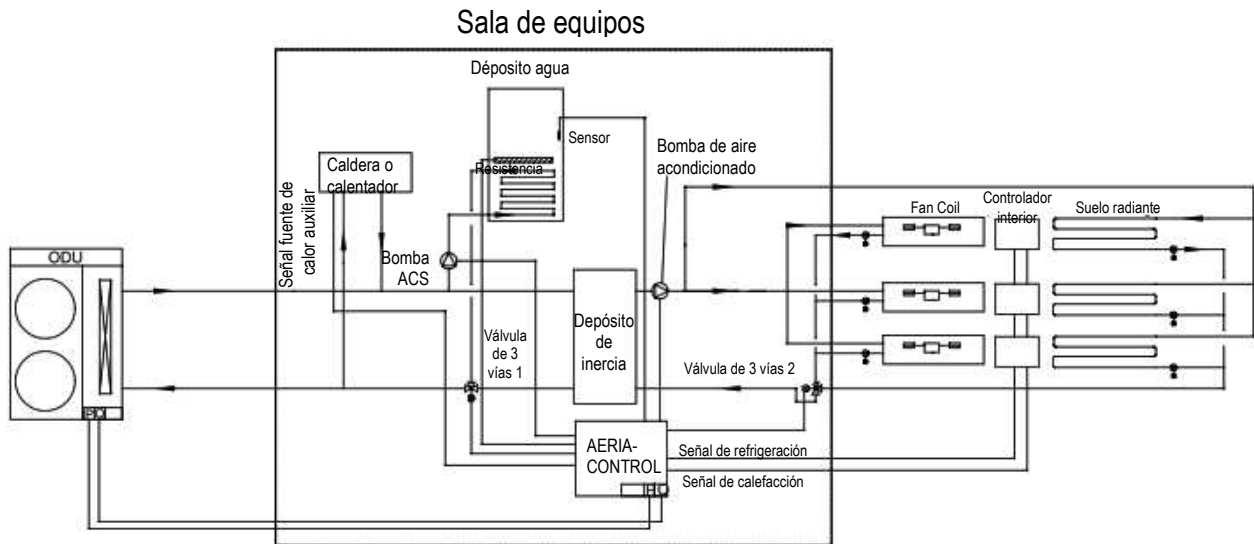

Figura 3. ACS controlada por mando alámbrico del equipo AERIA (controlador interior).
1. Si la unidad exterior se conecta a AERIA-CONTROL, configure el switch BM1-8 de la máquina exterior en Encendido (ON).
2. Si la función ACS está activa, configure el switch BM2-8 del PCB de la máquina exterior en Encendido (ON). Hay dos opciones:
- 1 del PCB de la máquina exterior se configurará en Apagado (OFF) (Figura.3);